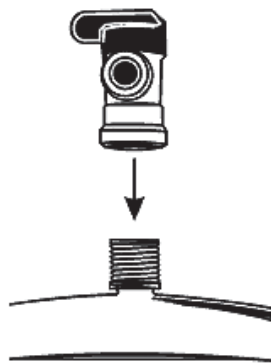

Рис. 11
2. Подсоедините шаровой кран бака к вершине накопительного бака (см. **рис. 11**). Во избежание повреждений крана не прилагайте больших усилий при его установке.